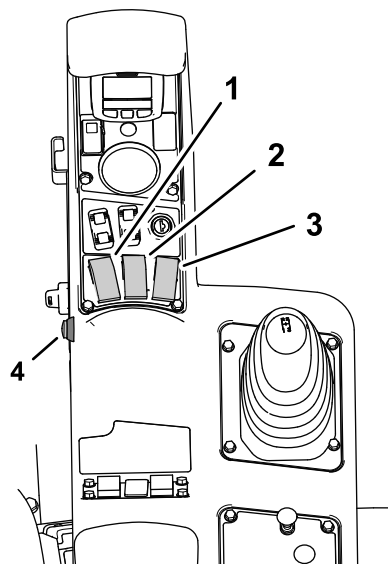
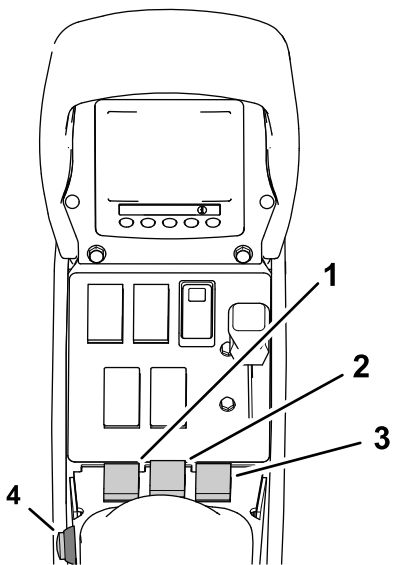

Рисунок 154
Рисунок 155
1. Установите 3 выключателя секций (расположенные на управляющей консоли машины) в положение Вкл. (Рисунок 154 и Рисунок 155).
- Нажмите главный выключатель секций на машине (Рисунок 154 или Рисунок 155).